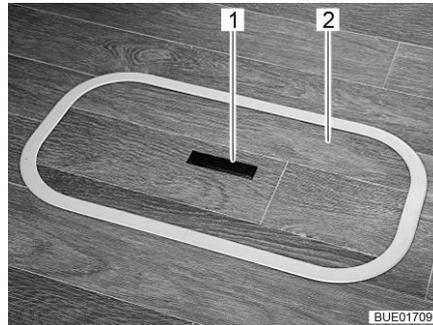
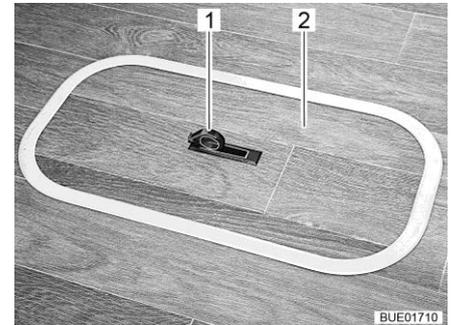

Fig. 71 Couvercle compartiment dans le plancher (poignée encastrée)
Fig. 72 Couvercle compartiment dans le plancher (poignée pivotée vers l'extérieur)
- Pousser la plaque de la poignée (Fig. 71,1) vers le bas d'un côté. La poignée (Fig. 72,1) pivote vers le haut.
- Tirer le couvercle (Fig. 71,2 et Fig. 72,2) vers le haut pour le retirer.